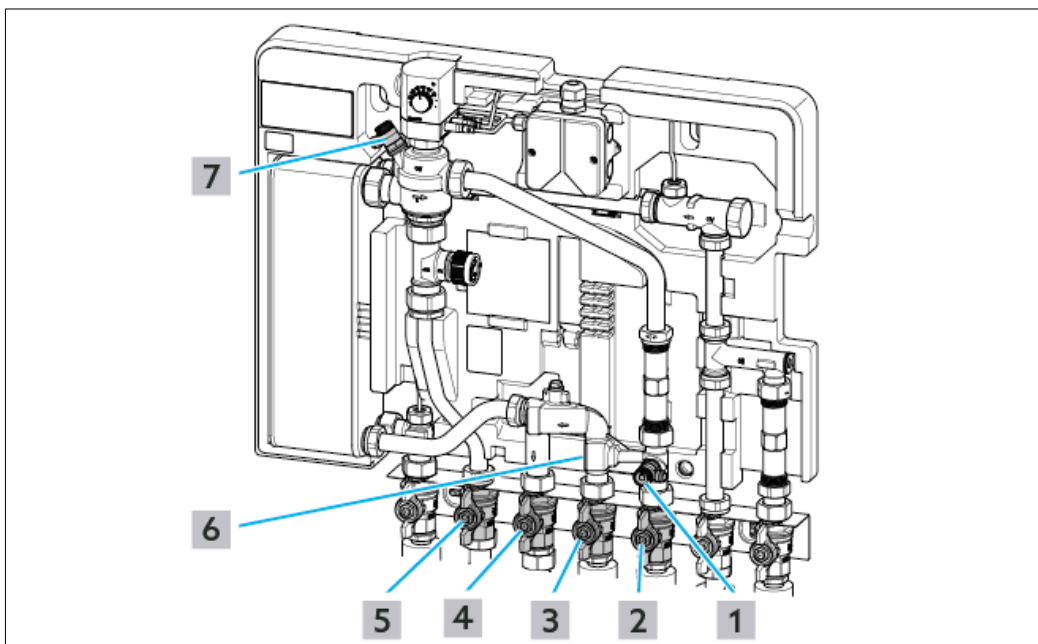

Abb. 24: Station entleeren (Heizungskreis)
6. Schrauben Sie das Ventil (4) des Temperaturvorhalte-Regelsets in den Anschluss der Leitung ein.
7. Stecken Sie den Indexring (2) so auf das Ventil, dass der Index (3) von vorne gut zu sehen ist.
8. Richten Sie die Drehkappe (1) so aus, dass der Index auf 35 °C zeigt und stecken Sie die Drehkappe auf das Ventil.
9. Öffnen Sie langsam die Kugelhähne im Heizungs-Rücklauf ((2) in Abb. 24) und im Heizungs-Vorlauf ((3) in Abb. 24).
11. Öffnen Sie das Entlüftungsventil ((7) in Abb. 24) etwas.